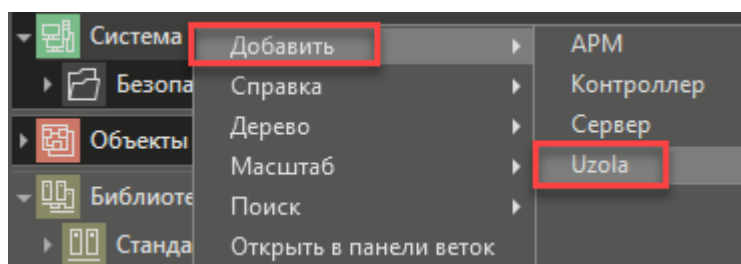

Рисунок 17
3.1.2 Перед тем как запрограммировать контроллер Uzola PRO100 средствами MasterSCADA 4D, следует добавить его в «Дерево системы». Для этого используется пункт «Добавить» контекстного меню «Системы» (см. рисунок 17).